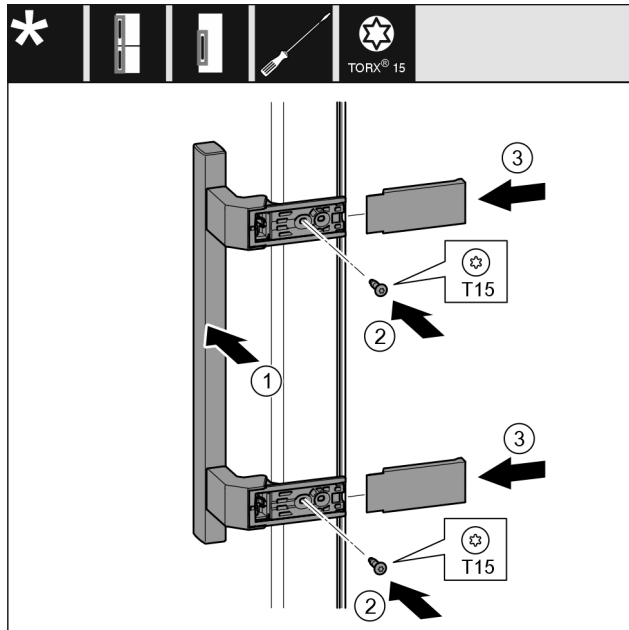

Fig. 41
- Griff Fig. 41 (1) auf der Gegenseite ansetzen.
- Schrauben Fig. 41 (2) mit Schraubendreher festschrauben.
- Abdeckungen Fig. 41 (3) seitlich ansetzen und aufschieben.